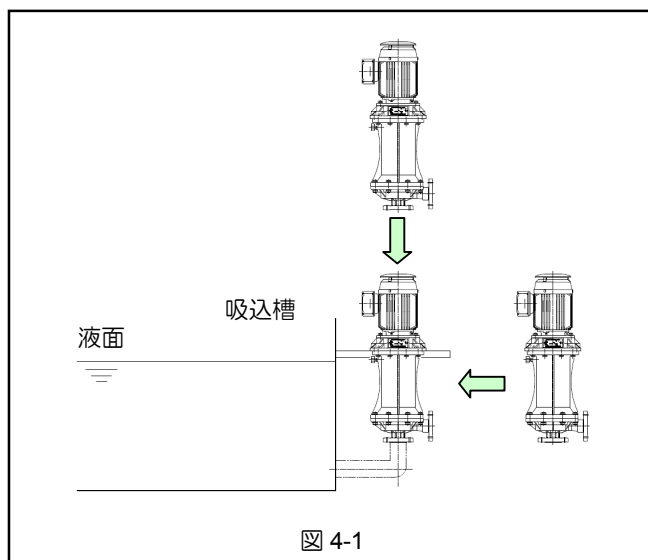

図 4-1
- (1) ポンプを取付架台に取付ける方法は、図 4-1 に示すように架台の上からと、横からの取付けができます。